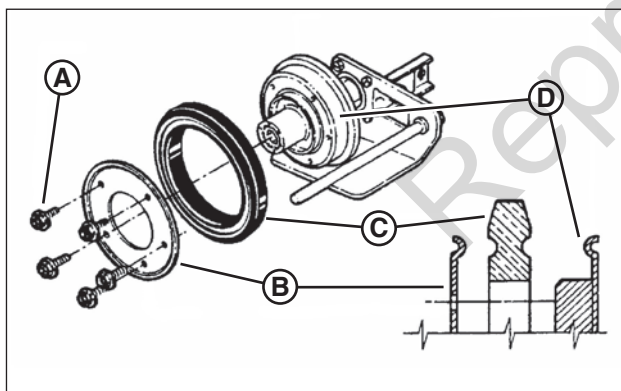

Figure 31: Remplacement de l'anneau en caoutchouc du disque entraîné
3. Enlevez les cinq vis d'assemblage (**A**, **Figure 31**) et la plaque (**B**) qui fixent l'anneau de caoutchouc (**C**) au moyeu de disque entraîné (**D**).